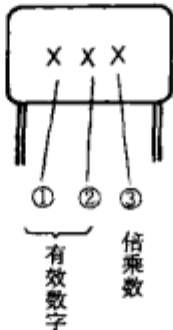

图 1-52
- （2）数码表示法，一般用 3 位数字表示容量的大小，其单位为 pF。3 位数字中，前两位是有效数字，第 3 位是倍乘数，即表示有效数字后有多少个“0”，如图 1-52 所示。倍乘数的标示数字所代表的含义见表 1-9，标示数为 0~8 时分别表示 $10^0\sim10^8$ ，为 9 时表示 10^{-1} 。例如，103 表示 $10 \times 10^3 = 10000\text{pF} = 0.01\mu\text{F}$ ，229 表示 $22 \times 10^{-1} = 2.2\text{pF}$ 。